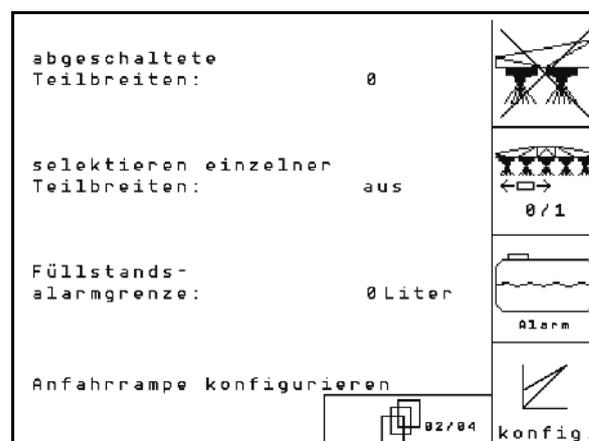

Fig. 9
### Seite zwei 02/05 (Fig. 9)
- Teilbreiten permanent ausschalten. Die angezeigte Ziffer (Fig. 9) informiert über die Anzahl der permanent ausgeschalteten Teilbreiten (Ziffer 0 = keine Teilbreite ausgeschaltet). (siehe Seite 30).